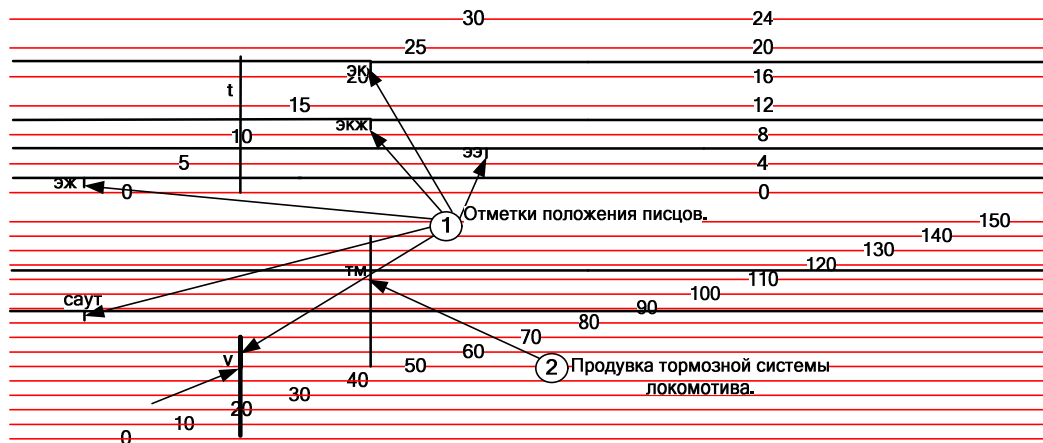

Рис.2. Образец записи скоростемерной лент контрольных отметок писцов.
2.4. Линия тормозного давления должна быть на линии 107 – 113 км/час, при зарядном давлении в тормозной магистрали 5,0 – 5,2 кгс/см2. Поднять и опустить писец скорости (поз. 1, рис. 2.).